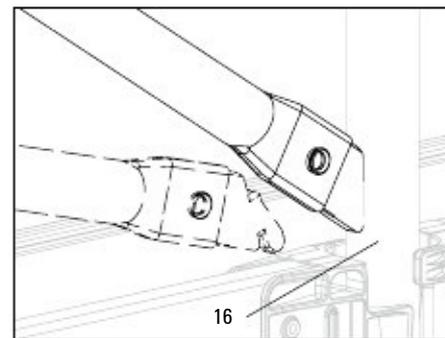

Fig. A5.03
– в Easy Frame EVF (16) - виж Fig. A5.03